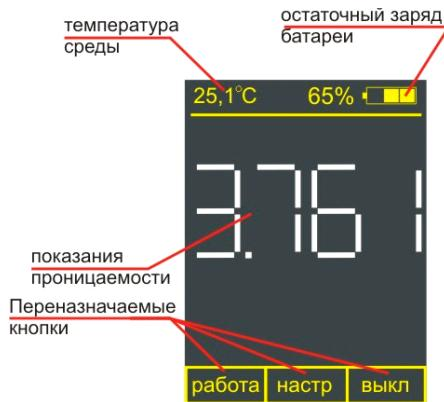

Рисунок 12
7.1.1 Включите анализатор нажатием кнопки ВКЛ (самой правой кнопки на передней панели – **Кнопка С**). Анализатор перейдёт во вспомогательный режим работы (см. рисунок 12).